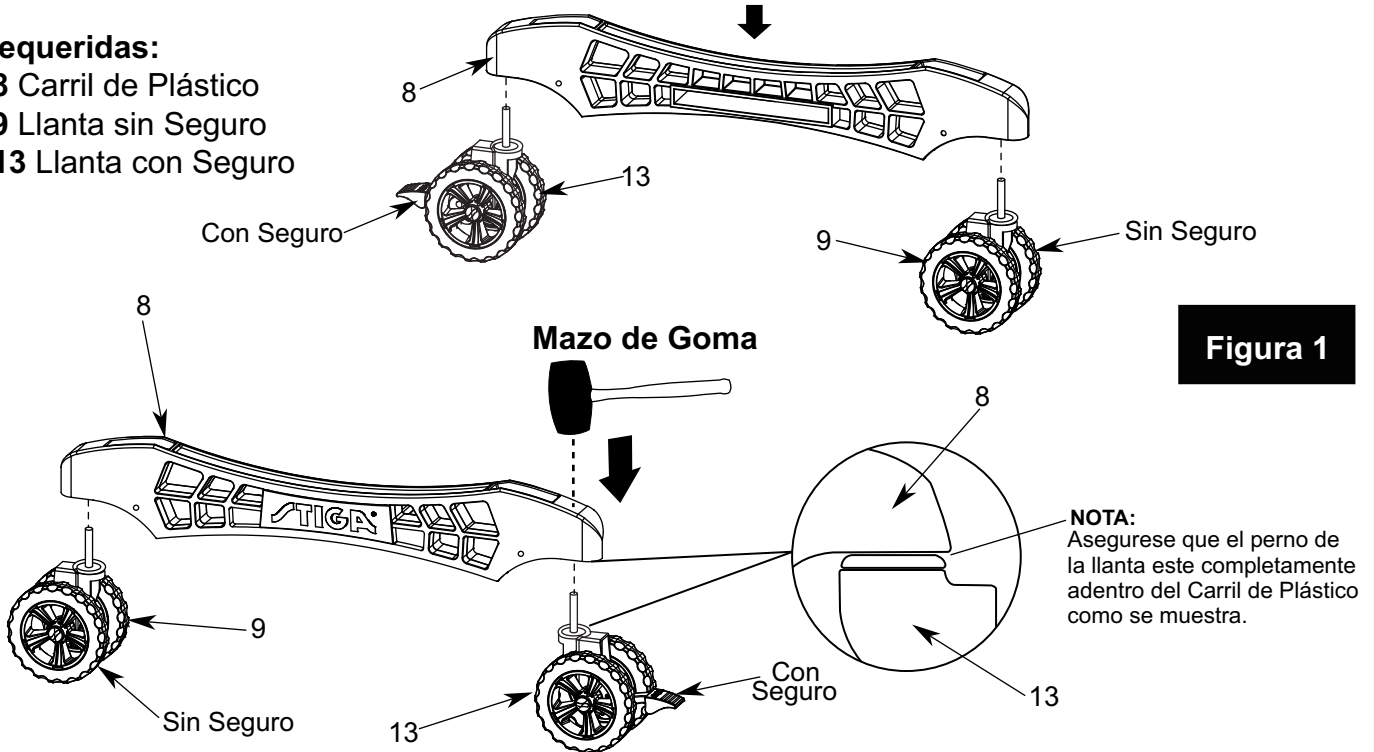

Figura 1
1. Inserte una Llanta **con Seguro (#13)** dentro del Carril como se muestra en la **FIGURA 1**. En el otro extremo del Carril adjunte una Llanta **sin Seguro (#9)**. Asegúrese que cada carril tenga una llanta con seguro y una llanta sin seguro. **Repita el paso para el segundo Carril.**